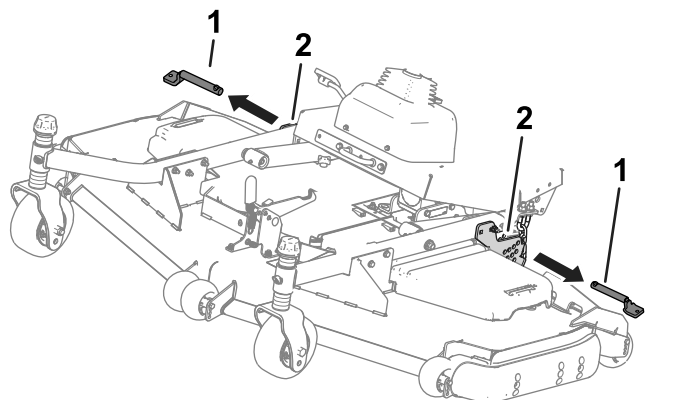

Figure 38
4. Retirez les goupilles des plaques de hauteur de coupe (Figure 38).